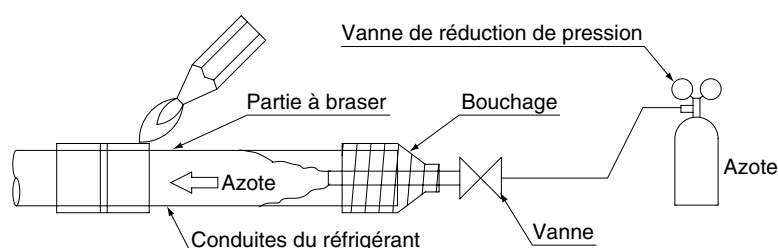

Fig. 5
- Lors du brasage de la tuyauterie de réfrigérant, commencez les travaux après avoir remplacé le nitrogène (\*1) ou effectuez le brasage pendant que le nitrogène s'écoule dans la tuyauterie de réfrigérant (\*2) (**Reportez-vous à la Fig. 5**) et à la fin, effectuez les raccordements évasés ou à rebord de l'unité intérieure et de l'unité BS.